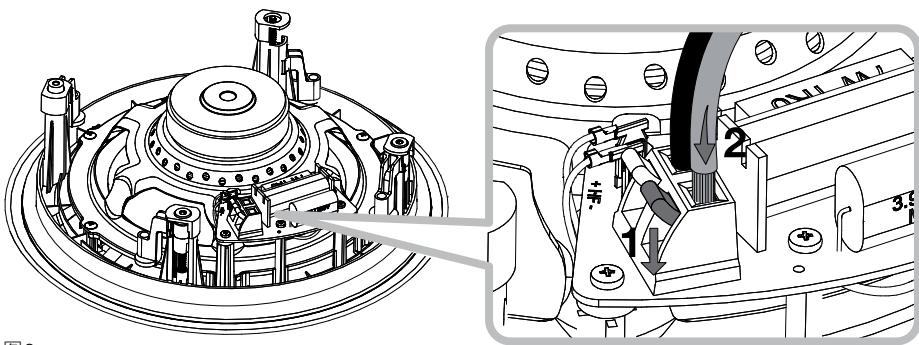

图3
4.3 现在请将扬声器接线连接到障板上的弹簧接线端。请确保扬声器连接的极性正确：连接到放大器正极端的接线应与框架上的红色弹簧接线端连接。同样，连接到放大器负极端的接线应与框架上的黑色弹簧接线端连接。图3说明了接线连接过程。